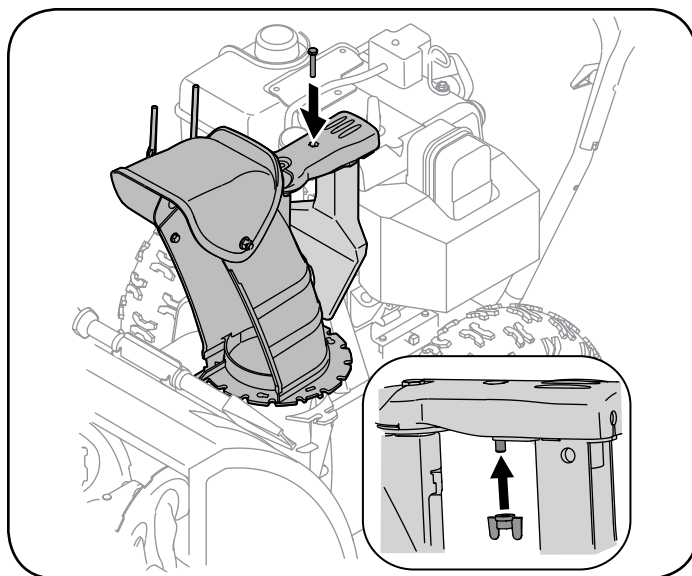

Figura 5
5. Termine de asegurar el montaje de control del canal a la ménsula de soporte del canal con la tuerca de mariposa y el tornillo hexagonal retirados anteriormente. Vea la figura 5.